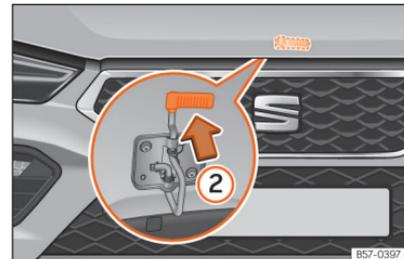

Abb. 204 Hebel unter der Motorraumklappe.
- Zum Anheben der Motorraumklappe drücken Sie den Hebel unterhalb der Motorhaube nach oben >>> (Abb. 204) ②. Dabei wird der Fanghaken entriegelt.